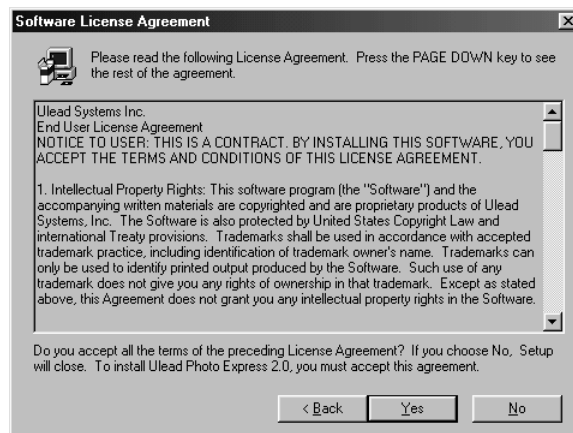

Figure 16 : contrat de licence
6. Cliquez sur 'Next'. L'écran avec le contrat de licence est affiché (Figure 16).
7. Cliquez sur 'Yes' pour accepter les conditions de la licence (Figure 16) et pour poursuivre l'installation.